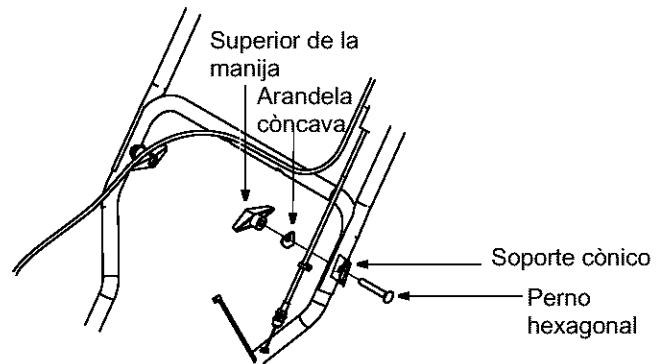

Figura 2
2. Afloje la perilla de la manija, la arandela cóncava y el soporte cónico a cada lado de la manija. Ver Figura 2.
4. Ajuste las perillas de la manija a cada lado de la manija. Ver Figura 2.